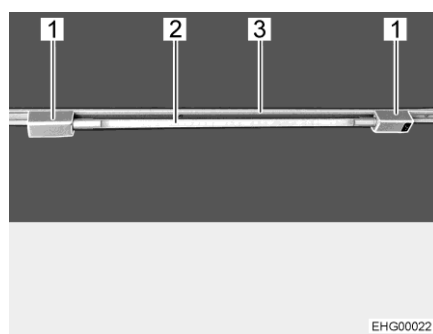

Fig. 33 Tubo fluorescente
Insertar tubo fluorescente: ■ Insertar ambos sujetadores (Fig. 33,1) en el riel (Fig. 33,3). Para ello, girar el sujetador 90°.
■ Enchufar el cuerpo de la lámpara (Fig. 33,2) en uno de los sujetadores.
Rotar tubo fluorescente: ■ Rotar el cuerpo de la lámpara (Fig. 33,2) hasta que se haya obtenido el efecto de iluminación deseado.